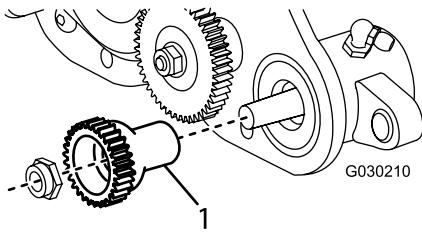

Bild 11
7. Fettten Sie die Dichtungsoberfläche des getriebenen Zahnrads ein, wie in **Bild 11** abgebildet.